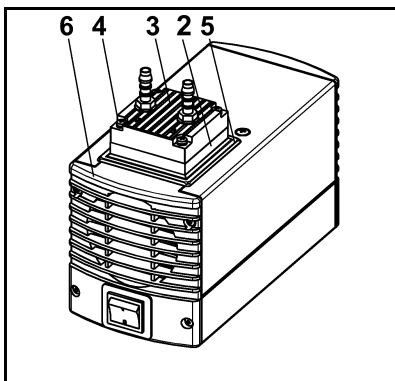

Fig. 7 : Démontez la tête de pompe
1. Repérer le couvercle de tête (fig. 7/3), la culasse (2), la plaque de protection (5) et le couvercle de corps (6) d'un trait continu au crayon. Cela permettra d'éviter un mauvais positionnement des pièces lors du remontage de la pompe.
2. Dévisser les quatre vis de couvercle de tête (4) et démonter le couvercle de tête (3) en même temps que la culasse (2) hors du corps de pompe.
1. Enlever les plaques soupapes/joints (7) de la culasse (2).
2. Vérifier l'état de propreté des logements, de la culasse (2) et du couvercle de tête (fig. 7/3) et remplacer ces pièces en cas d'inégalités et de rayures.
3. Positionner les nouvelles plaques soupapes/joints (7) dans les logements au niveau de la culasse (2) ; les plaques soupapes/joints du côté de l'aspiration et du refoulement sont identiques et il en va de même pour le côté supérieur et le côté inférieur des plaques soupapes/joints.
4. Vérifier que le montage des soupapes/joints (7) est libre de toute contrainte en leur appliquant un léger mouvement horizontal.
1. Installer la culasse (2) avec les plaques soupapes/joints (7) selon le repère au crayon tracé sur le corps.
2. Placer le couvercle de tête (fig. 7/3) ainsi que la plaque de protection (fig. 7/5) selon le repère au crayon tracé sur la culasse (2).
3. Vérifier le bon centrage du couvercle de la tête (fig. 7/3) en lui appliquant un léger mouvement latéral.
4. Serrer les vis (4) à la main en quinconce.